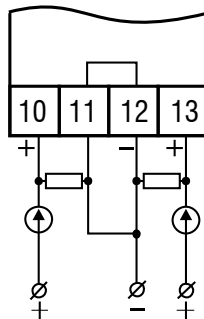

Fig. 5.2 Cableado sensor 4-20 mA
- Las entradas deben ser cableadas según Fig. 5.2...5.3.